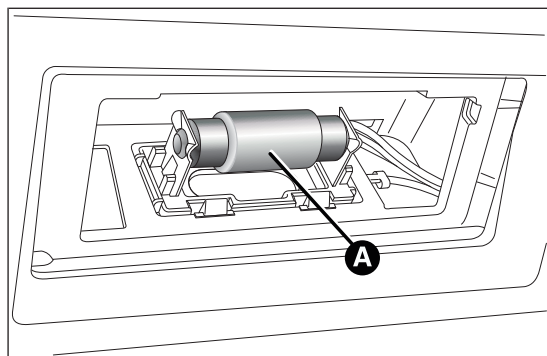

fig. 139
- ☐ sustituir la lámpara A fig. 139, soltándola de los contactos laterales;